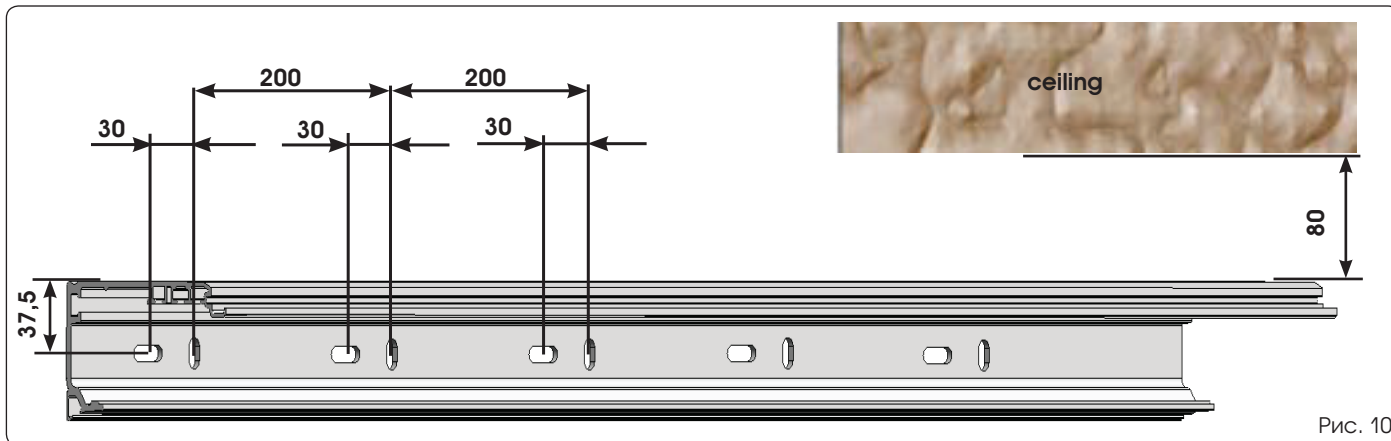

Рис. 10
**Расстояние между верхней точкой опорного профиля и потолком должно составлять 80 мм. См. рис. 10.**
Сперва закрепите опорный профиль на вертикальном прорезе с одной стороны и на горизонтальном прорезе с другой (при помощи винтов M и соответствующих компенсационных заглушек, которые не входят в комплект поставки) и разместите его параллельно полу. Закрепите по центру, поддерживая опорный профиль для выравнивания трех точек крепления. Закрепите в оставшихся точках согласно рис. 10.